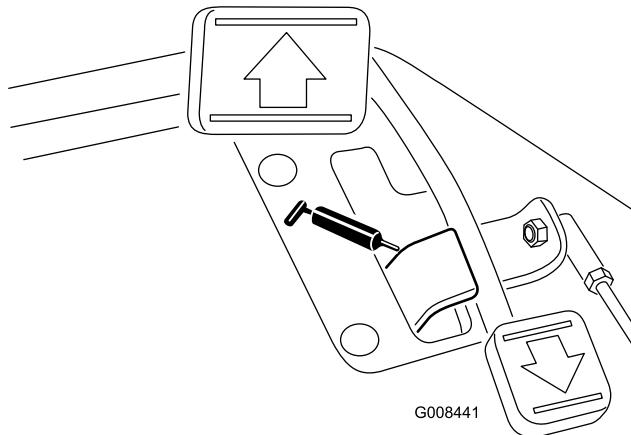

Figura 35
- Perno del pedale della trazione (Figura 35)